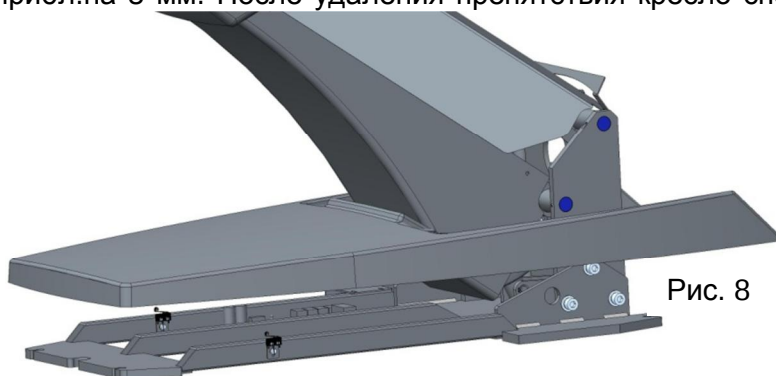

Рис. 8
Крышка основания (1) см.рис. 8 имеет функцию предохранительного выключателя. Если при движении верха по направлению вниз будет препятствие (напр.нога обслуживания) на передней крышке основания, движение кресла по направлению вниз остановится и кресло поднимется вверх прилб.на 5 мм. После удаления препятствия кресло способно следующей деятельности.